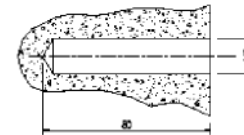

Figura 2
6. Praticare fori lunghi 80 mm (figura 2): sarà necessaria una punta da trapano da 13 mm